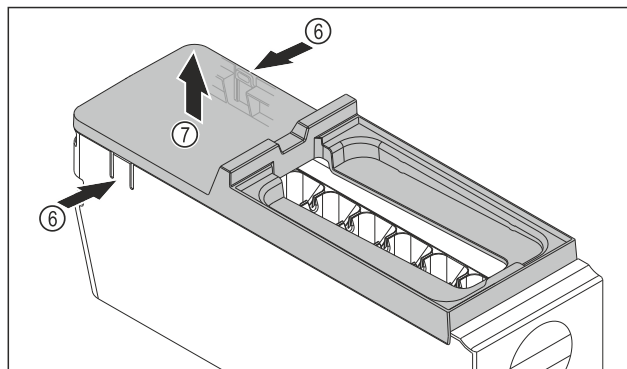

Fig. 184
- ▶ Udtagning af EasyTwist-Ice-legemets afdækning: Tryk på laskerne Fig. 184 (6) på begge sider af EasyTwist-Ice-legemet med den ene hånd.
- ▶ Tag afdækningen Fig. 184 (7) op og ud med den anden hånd.